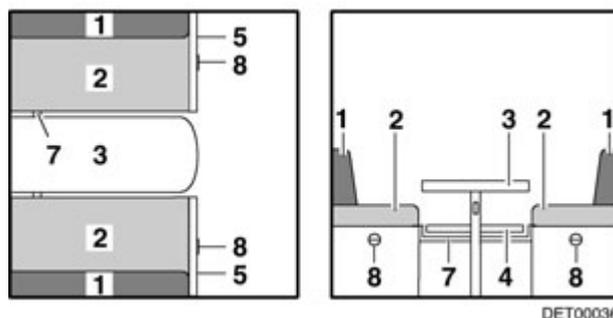

Fig. 84 Avant la transformation
- Agrandir la table (Fig. 84,3) et la transformer en sommier de lit (voir paragraphe 7.7).
- Insérer la baguette (Fig. 84,7) ou tirer vers l'intérieur. La baguette est positionnée correctement si elle maintient le plateau de table environ 15 - 20 cm derrière le pied de table.
- Tirer sur la poignée (Fig. 84,8) et ouvrir le portillon (Fig. 84,5).